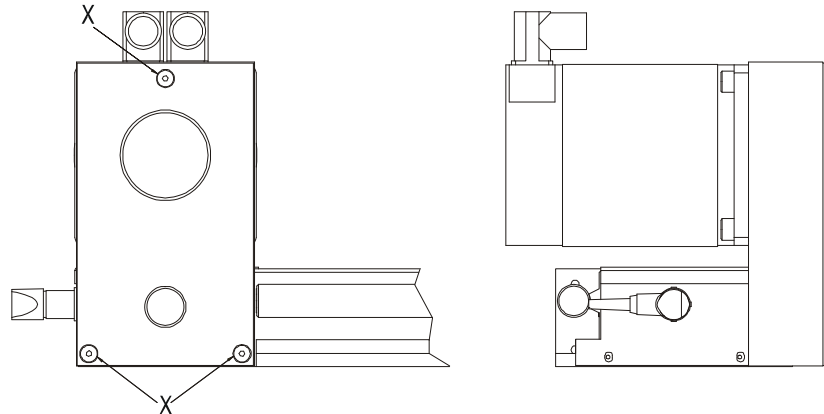

Abbildung 26: Riemensysteme Modul 142
- Motorflanschdeckel durch Lösen der Schrauben entfernen (siehe *Abbildung 26*, unten, **X**).
- Motorflanschdeckel durch Lösen der Befestigungsschrauben (**X**) entfernen (siehe *Abbildung 26, Seite 27*)
- Motorflanschdeckel durch Lösen der Schrauben vom Motorflansch entfernen, (siehe *Abbildung 26, Seite 27, X*)
- Motorflanschdeckel wieder anbringen (siehe *Abbildung 26, Seite 27, X*)